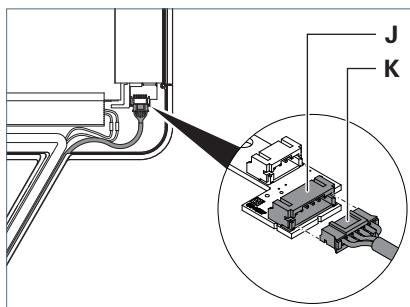

Fig. 6 : Brancher la tête du luminaire, partie 2.
- ▶ Branchez le connecteur femelle **K** avec le connecteur mâle **J** dans la tête du luminaire, voir Fig. 6.